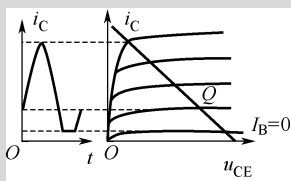

图 5-10 甲乙类
(3) 甲乙类: 静态工作点位于甲类和乙类之间, 如图 5-10 所示。该状态甲乙类静态电流小, 管耗小, 效率较高, 但是输出波形半周产生失真, 不失真的半周输出幅值大。